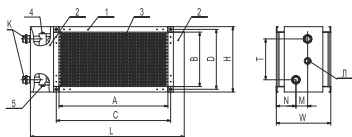
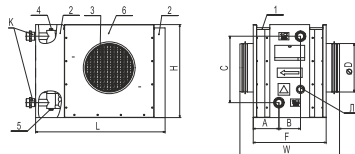

рисунок 1 Основные размеры WKN с прямоугольным подсоединением к воздуховоду
рисунок 2 Основные размеры WKN с подсоединением к круглому воздуховоду
Конструкция WKH с прямоугольным и круглым подсоединением к воздуховоду Рис1 и Рис.2 состоит из корпуса(1) и встраиваемого в корпус нагревательного блока(3). Корпус состоит из стенки (6 для круглых каналов), двух защитных кожухов (2), выполненных из высококачественной оцинкованной стали.
На выходном коллекторе предусмотрен патрубок резьба (G1/4) с заглушкой (место Л рис.1 и рис.2), на место заглушки может устанавливаться погружной датчик, который может применяться для измерения температуры, или для защиты от замораживания. С торца WKH так же находится ниппель воздуховыпускной резьба G1/2 (4), ниппель для слива воды резьба G1/2 (5) .
Основные размеры WKH с круглым и прямоугольным подсоединением к воздуховоду должны соответствовать значениям приведенным в таблицах 1,2 и на Рис.1 и Рис.2 .